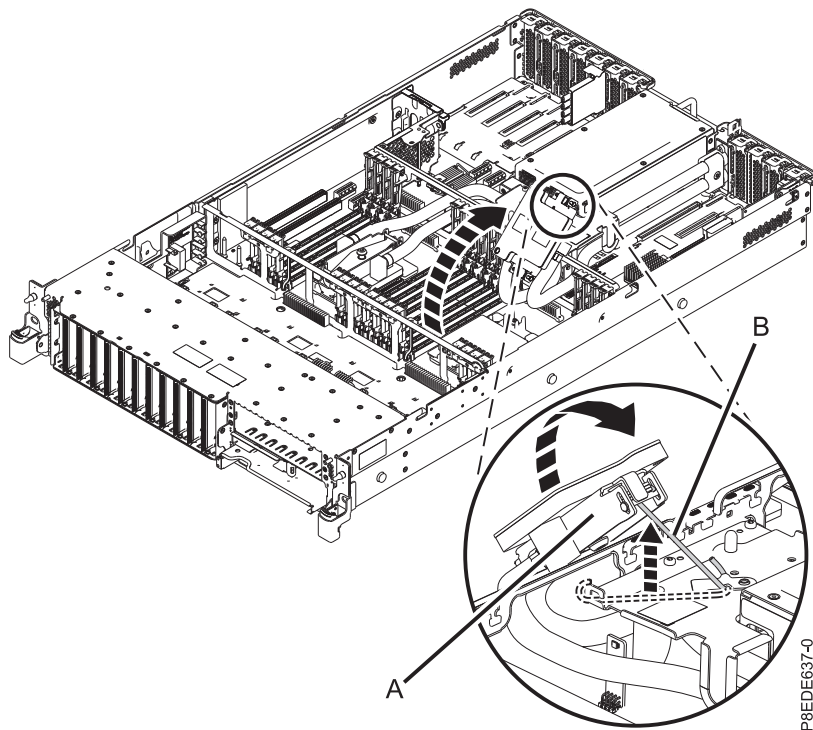

Figure 27. Retrait de la plaque de refroidissement
- d. Soulevez la plaque de refroidissement (A) hors du processeur système que vous êtes en train de retirer et fixez-la au crochet de service (B), comme illustré dans la figure 27.